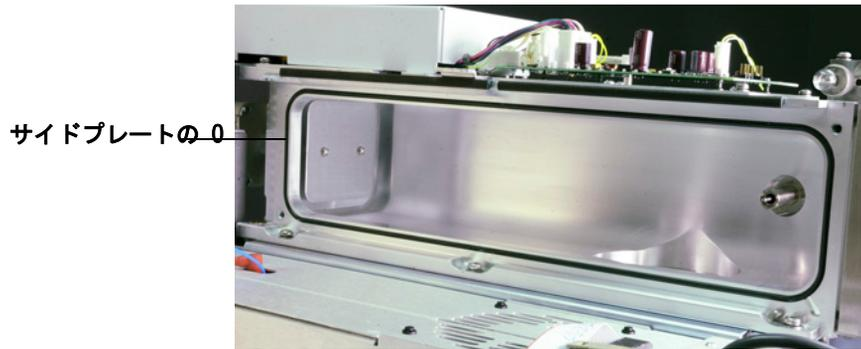

図 32 サイドプレートの O リング
- 3 けばの出ない清潔な布か手袋を使用し、O リングの露出している表面にのみ、高真空グリースを薄く広げます (図 32)。